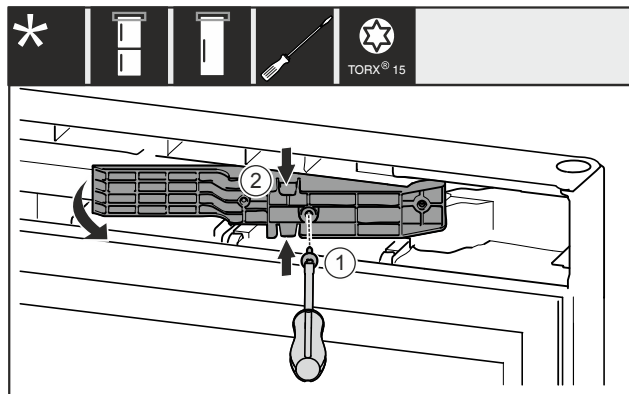

Fig. 15 *
- Rimuovere la vite Fig. 15 (1)*.
- Comprimere leggermente l'adattatore Fig. 15 (2) in alto e in basso ed estrarlo.*